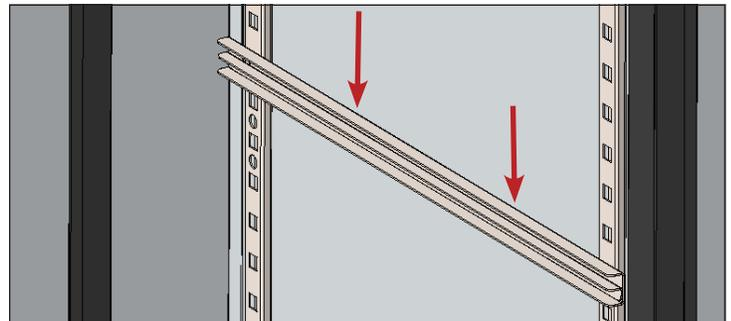

Abb. 3. Leicht nach unten drücken, damit die Führungsstange vollständig einrastet.
4. Mit leichtem Druck nach unten drücken, damit der Einlegeboden / die Einschubwanne einrastet. Siehe Abb. 3.